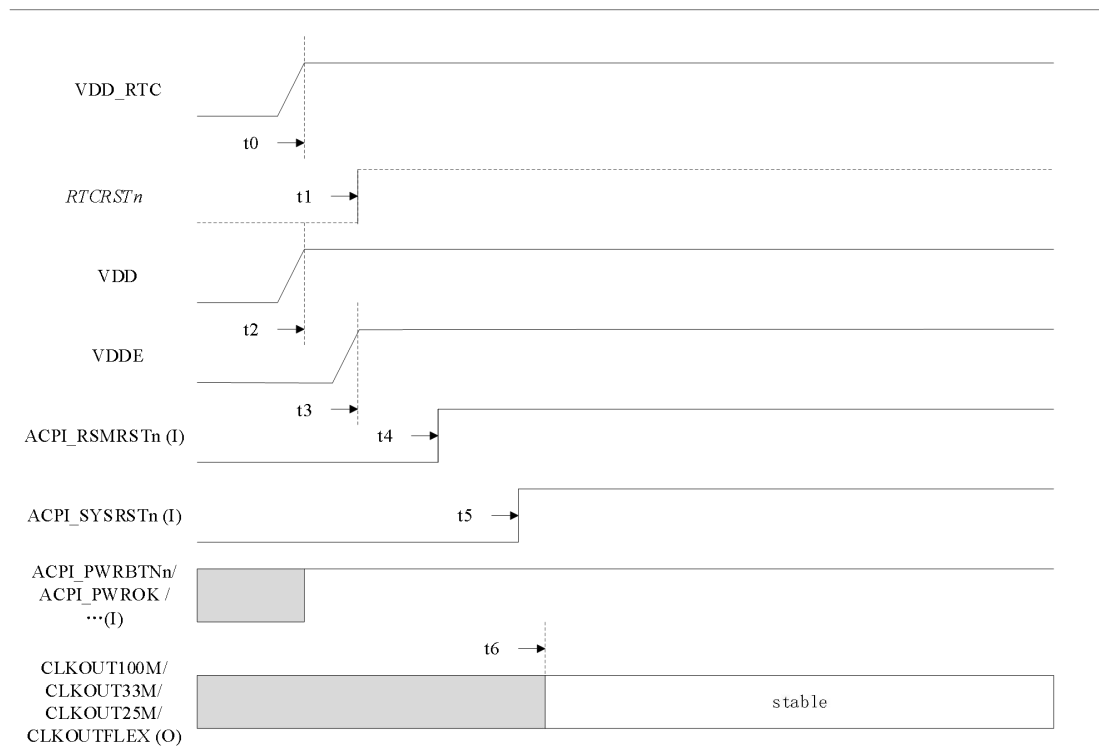

图 7-5 不使能 ACPI 功能时的冷启动上电时序（RTC 掉电）
7. 表 7-7 对时序的描述对应图 7-5，与上述注解不一致的描述以上述注解为准